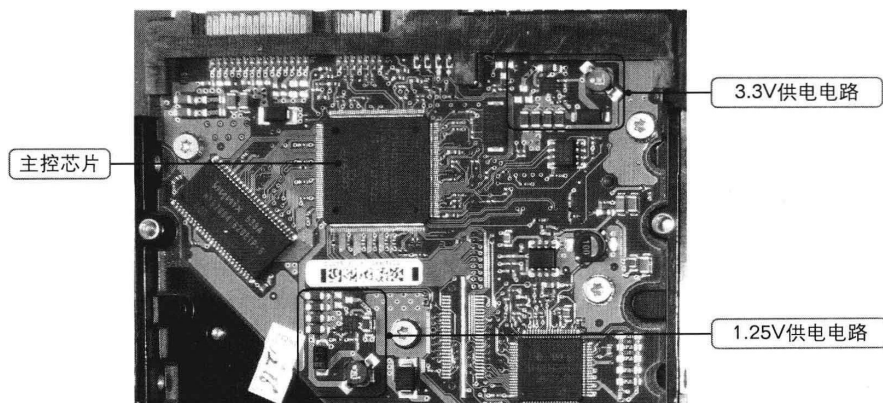

图 6-35 硬盘主控芯片供电电路中的元器件
(1) 将硬盘通上电源，当硬盘发出“哐当，哐当”异响时，用手触摸电动机驱动芯片，看是否烫手。如果电动机驱动芯片烫手，则说明电动机驱动芯片过热，一般，加装一个散热片即可解决问题。
(2) 如果电动机驱动芯片的温度正常，接下来仔细听主轴电动机的转动声音。如果电动机转速忽快忽慢，或寻道声音很短，或没有寻道声，且在计算机 BIOS 中无法检测到硬盘数据，则是硬盘的固件损坏。一般，使用 PC3000 重新刷新硬盘固件后即可解决。
(3) 如果电动机驱动芯片温度正常，且电动机转动声音正常，接着检测主控芯片的输入电压是否正常。如果不正常，检测主控芯片供电电路中的稳压器、电容器等元器件。如图 6-35 所示为硬盘主控芯片供电电路中的元器件。